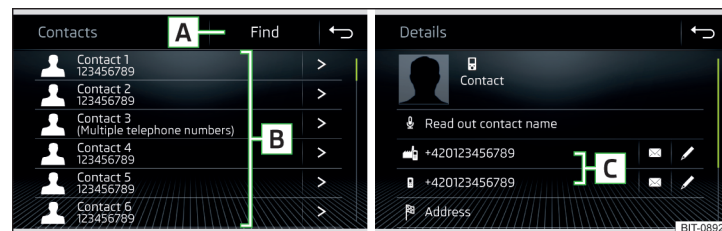

Fig. 154 Lista de los contactos de teléfono / Detalle del contacto
- En el menú principal **Teléfono** pulse la superficie funcional , se visualizará una lista de los contactos de teléfono » **fig. 154**.